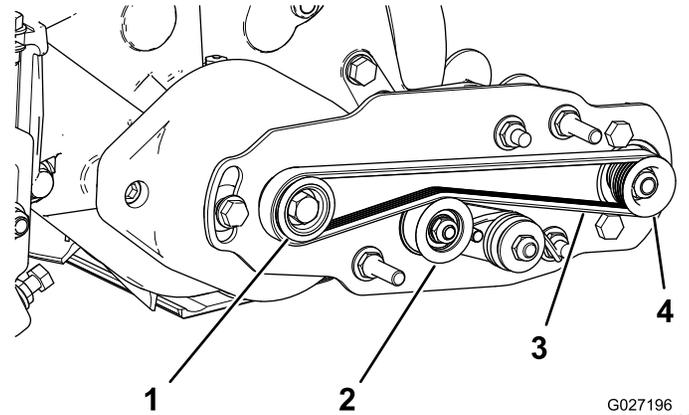

图 16
- 先缠绕驱动皮带轮周围的皮带然后再缠绕总轮皮带轮顶部上方的皮带 图 16。